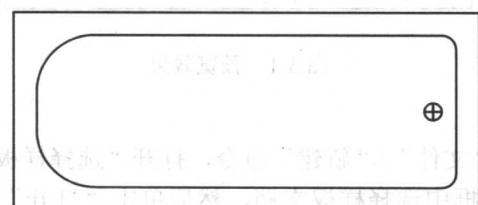

图 3-5 绘制漏水孔
- 选择“绘图” / “圆” / “圆心、半径”命令，绘制一个半径为 30mm 的圆。再选择“绘图” / “直线”命令，捕捉圆形的象限点，绘制两条垂直相交的直线，如图 3-5 所示。